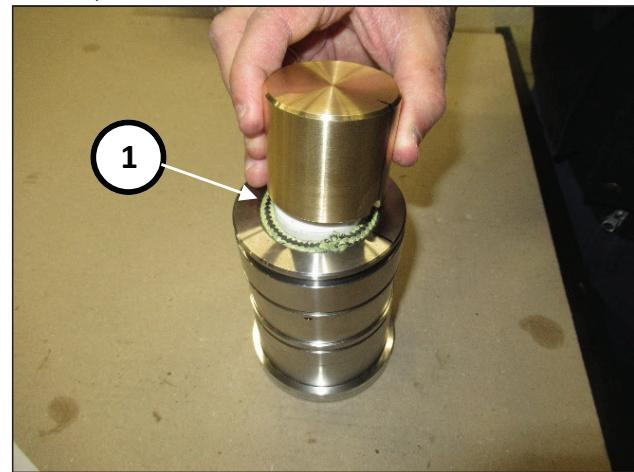

Рис. 181
Используйте внутреннюю оправку инструмента арт. 27945400, чтобы установить кольца на место (поз. ①, Рис. 181).